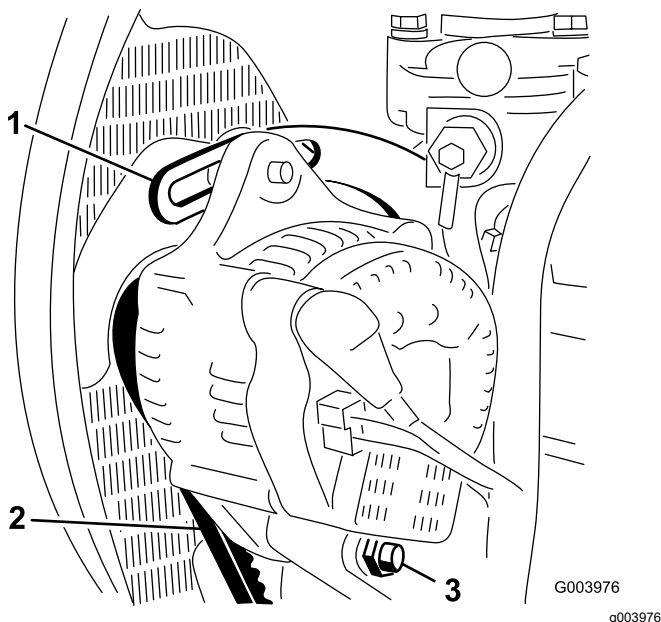

Figura 55
2. Compruebe la tensión de la correa del alternador presionándola (Figura 55) en el punto intermedio entre las poleas del alternador y del cigüeñal con una fuerza de 10 kg.
3. Afloje el perno que fija el tirante al motor (Figura 55), el perno que fija el alternador al tirante y el perno de pivote.